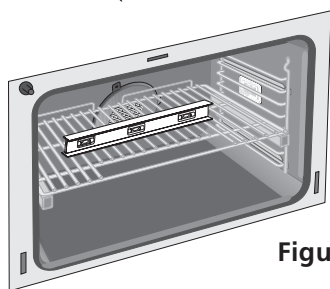

Figura 11
3. Verifique si la cocina está nivelada colocando una parrilla en el centro del horno y poniendo un nivel sobre esta (figura 11).